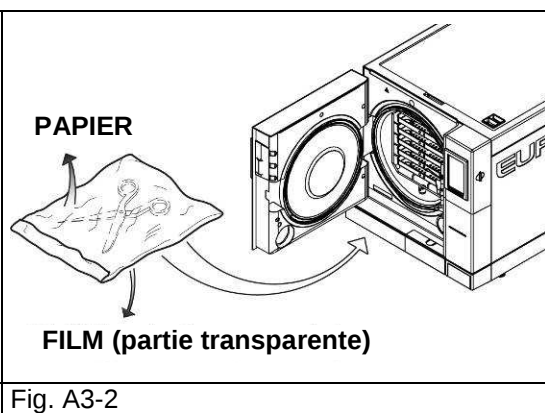

Fig. A3-2
- Mettre la partie transparente du sachet vers le bas (en contact avec le plateau) et la partie en papier tournée vers le haut (Fig. A3-2). Les instruments doivent être emballés séparément.